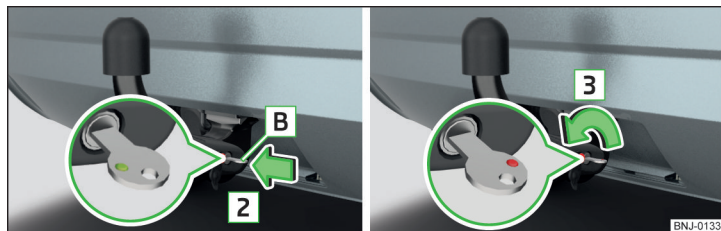

Fig. 159 Sådan sættes nøglen i låsen. / Sådan låses låsen op.
- > Sæt nøglen i låsen i pilens retning , så dens grønne markering vender opad » Fig. 159.